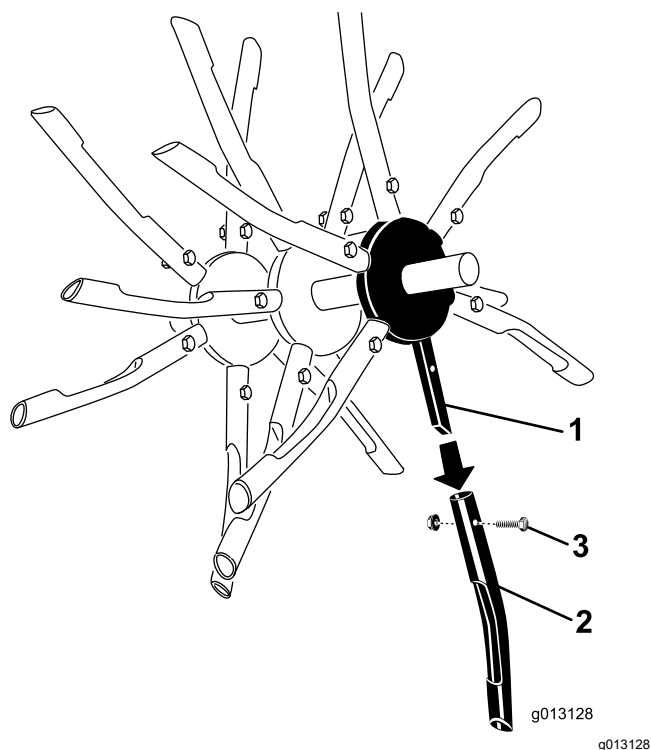

Bild 33
4. Wenn Tines beschädigt oder abgebrochen sind, entfernen Sie die Mutter und Schraube, mit denen die Tine an der Tinesaufnahme befestigt ist (Bild 33).